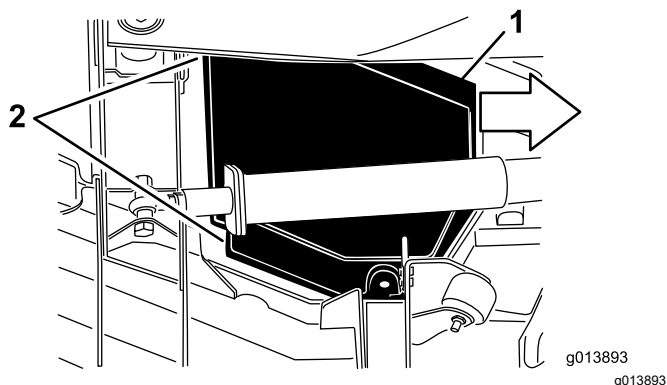

Figure 47
5. Tout en soulevant le capot, faites-le glisser vers le groupe de déplacement d'environ 2,5 cm pour dégager le bord du capot extérieur du plateau (Figure 47).